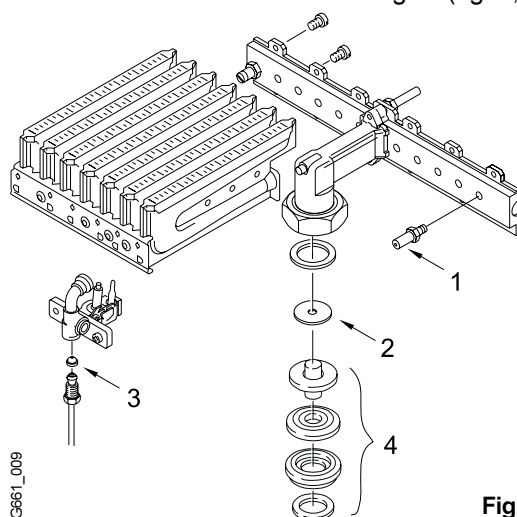

Fig. 5
- Smontare il bruciatore (fig. 5).
- Smontare i gruppi destro e sinistro del bruciatore e sostituire gli ugelli con altri appropriati al tipo di gas (fig. 5, pos. 1).
- Sostituire l'ugello pilota (fig. 5, pos. 3).
- Sostituire la valvola modulante del gas (fig. 5, pos. 4).
- Se necessario, sostituire il diaframma (fig. 5, pos. 2).